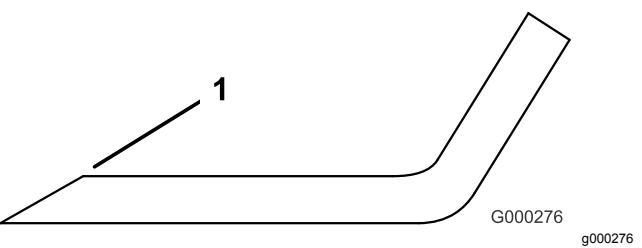

Figura 128
3. Inspecione los filos de corte de todas las cuchillas, y afílelos si están romos o tienen mellas (Figura 128).
Nota: Afile únicamente la parte superior del filo y mantenga el ángulo de corte original para asegurar un filo correcto (Figura 128). La cuchilla permanece equilibrada si se retira la misma cantidad de material de ambos filos de corte.